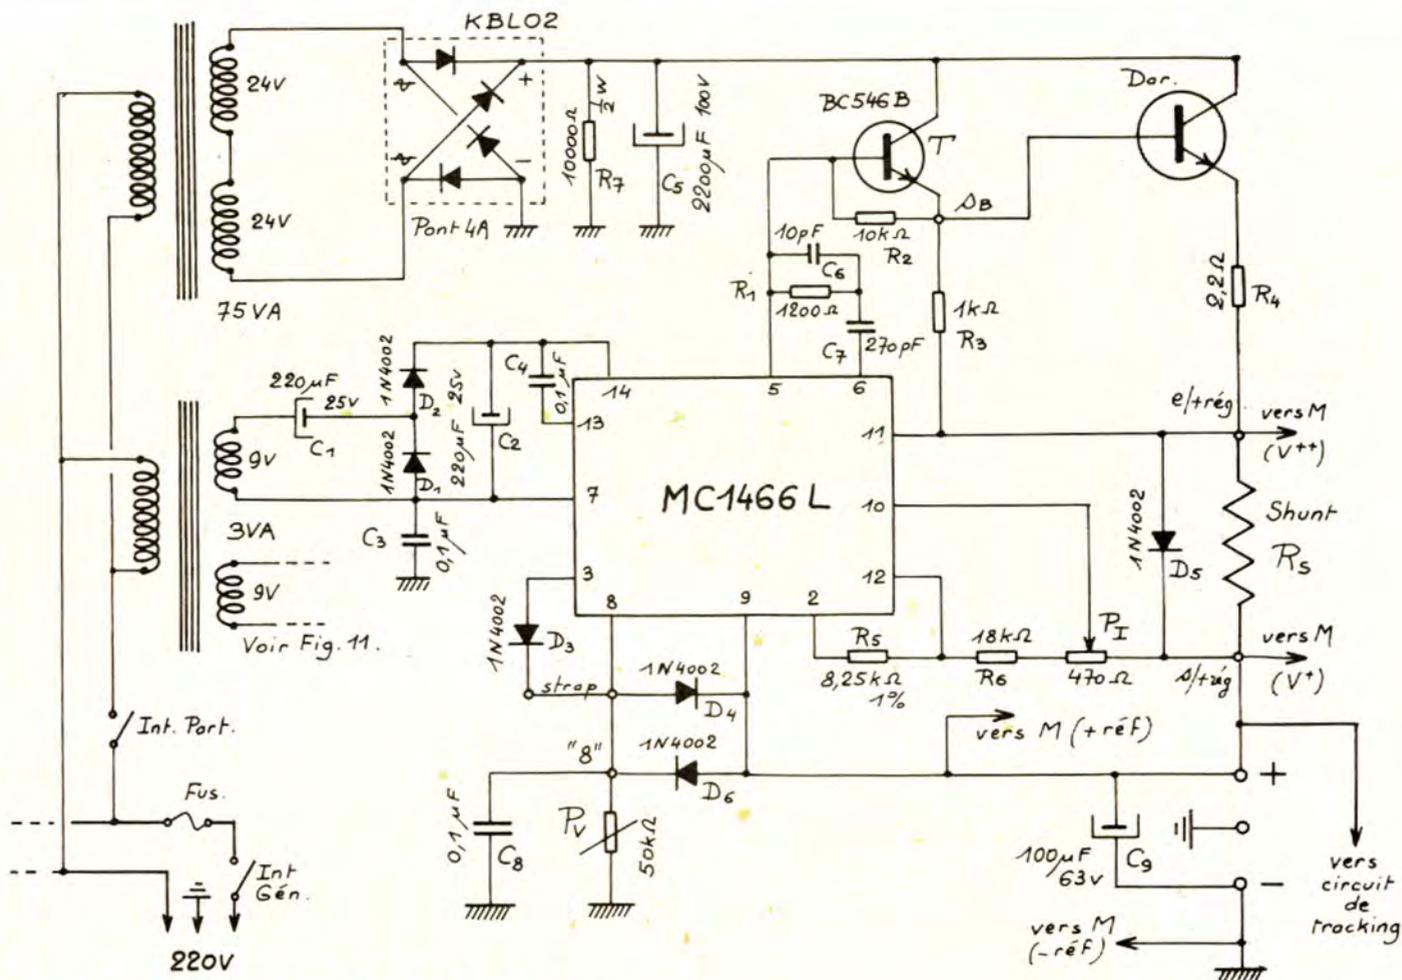

Fig. 10. — Schéma de l'alimentation 0-50 V - Maître.
2. Sections 0/50 V, 1 A (fig. 10 et 12)
La figure 10 donne le schéma de la section « MAÎTRE ». Elle ne comporte aucune particularité supplémentaire, sauf le départ de la tension $V_s (+)$ vers la section esclave.
parés », les commutations établissent les connexions exactes de la figure 10 d'où un fonctionnement identique. La tension de sortie est contrôlée par P_V et on peut la régler de 0 à 50 V, en toute indépendance.